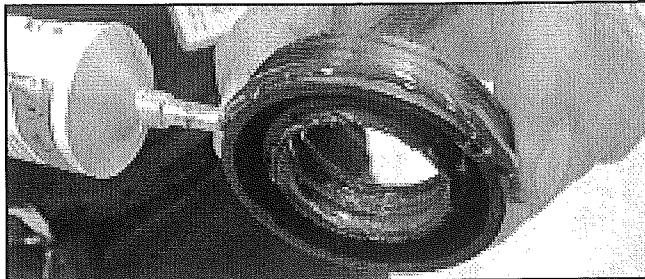

FIGURE 18
30. Appliquer un filet continu d'adhésif Pliobond autour du bas du joint de cuve qui entre le premier dans la cuve. Vérifier la présence de graisse à l'intérieur du joint. Voir Figure 18.